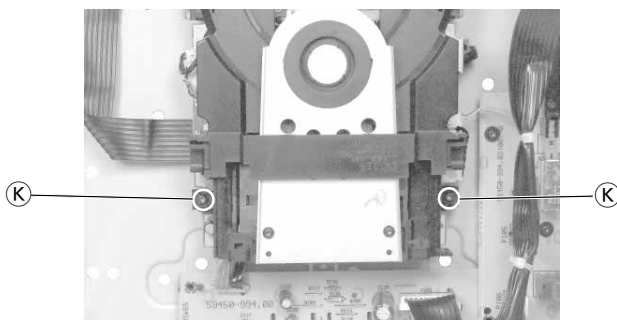

Fig. 3
- 2 Schrauben (K) (Fig. 3) herausdrehen.
- Undo 2 screws (K) (Fig. 3).